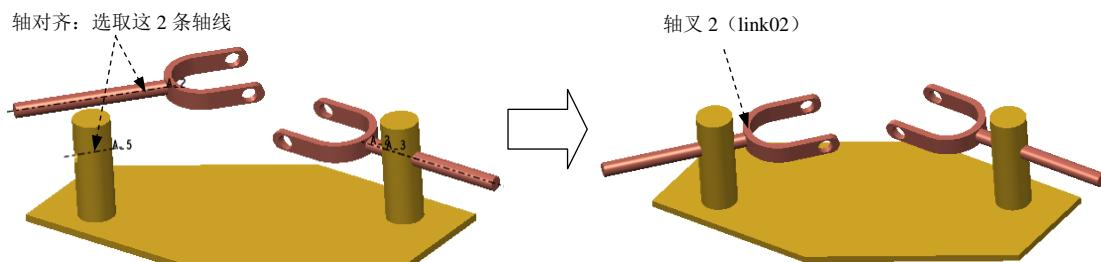
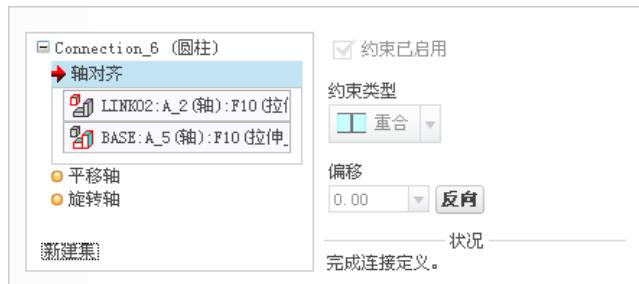

图 3.16.4 创建圆柱 (Cylinder) 连接 2
图 3.16.5 “放置”界面
Step7. 引入第二个轴叉元件 LINK02.prt，并将其调整到图 3.16.4 所示的位置。
- (1) 在“元件放置”操控板的机械连接约束列表中选择 圆柱 选项。
- (2) 定义“轴对齐”约束。单击操控板中的 **放置** 按钮，分别选取图 3.16.4 中的两条轴线为“轴对齐”约束参考，此时 **放置** 界面如图 3.16.5 所示。
(3) 拖动轴叉 2 至图 3.16.4 所示的大致位置。